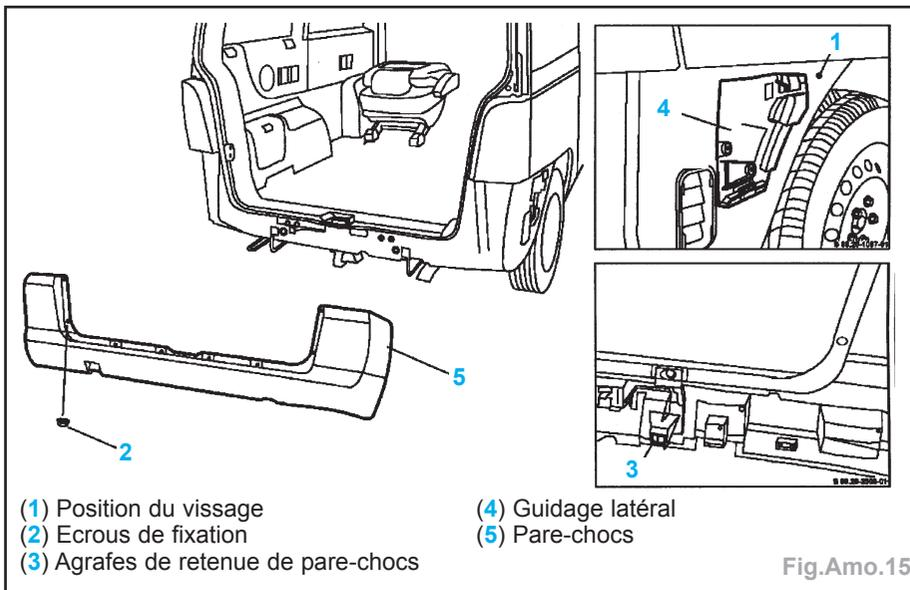

Fig.Amo.15
- Déposer (Fig.Amo.15) :
- les vis (1) à D et à G au niveau du passage de roue.
- Les écrous (2) sur le pourtour de la baie du compartiment de charge.
- Déclipser les agrafes (3) en partant du bas.